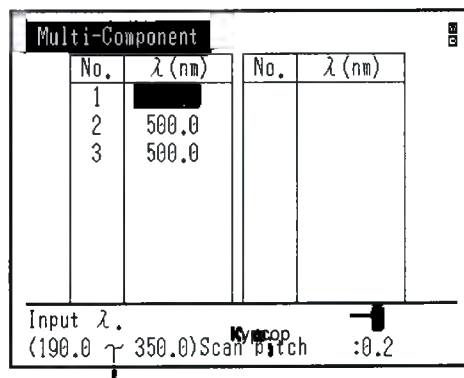

Рис. 11.6 Экран ввода рабочих длин волн
- 2 После выбора количества длин волн появляется экран ввода рабочих длины волн (рис.11.6.). Введите рабочие длины волн в методе, используя клавиатуру прибора. Ввод рабочих длин волн осуществляется в позиции курсора.